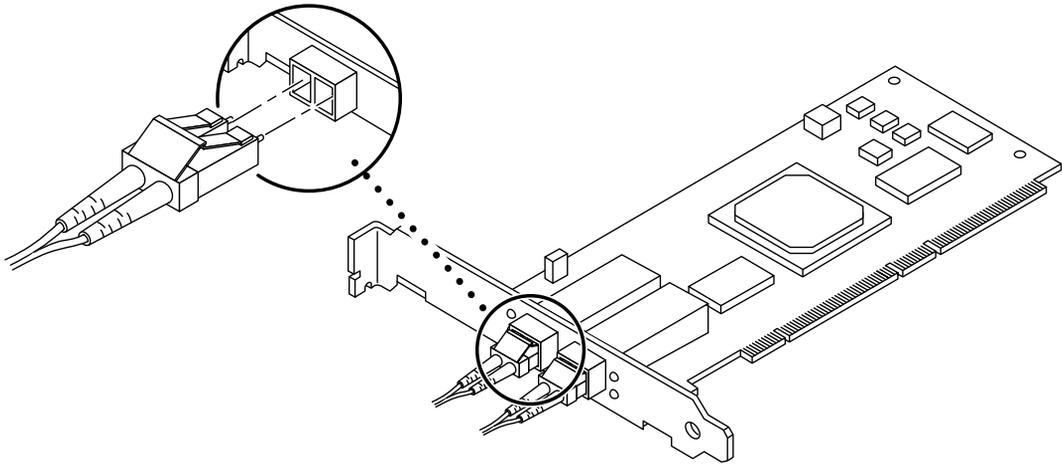

FIGURE 1-4 Connexion d'un câble en fibre optique à un connecteur OT
5. **Insérez le connecteur du câble à fibre optique dans le connecteur OT jusqu'à entendre un déclic (FIGURE 1-4).**
Attention – Les câbles en fibre optique sont dotés de connecteurs avec codes couleurs, qui peuvent exclusivement être branchés dans des connecteurs OT, comme le montre la FIGURE 1-4.